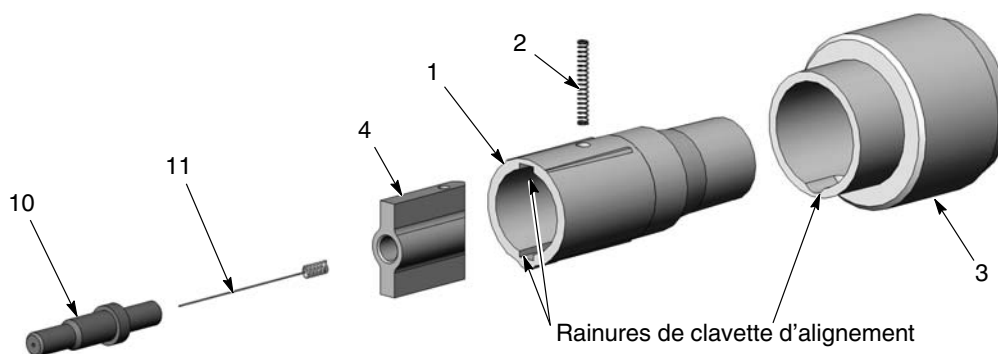

Figure 7-5 Remplacement du manchon du support d'électrode
- Le support d'électrode se compose des éléments 1-4 représentés dans la figure 7-5.
- Le support (3) contient une résistance. Si la résistance est défectueuse, il faut remplacer l'ensemble complet.